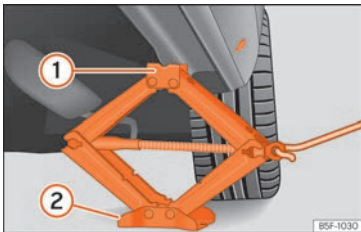

Abb. 75 Wagenheber anbringen
- Drehen Sie die Kurbel des unter dem Aufnahmepunkt des Längsträgers befindlichen Wagenhebers*, bis sich die Nase ① »» **Abb. 75** unter der vorgesehenen Einführung befindet.
- Richten Sie den Wagenheber* so aus, dass sein Aufnahmehorn ① in die dafür vorgesehene Aufnahme am Längsträger „greift“ und die bewegliche Grundplatte ② plan auf dem Boden aufliegt. Die Bodenplatte ② muss sich dabei senkrecht unter dem Aufnahme-punkt ① befinden.